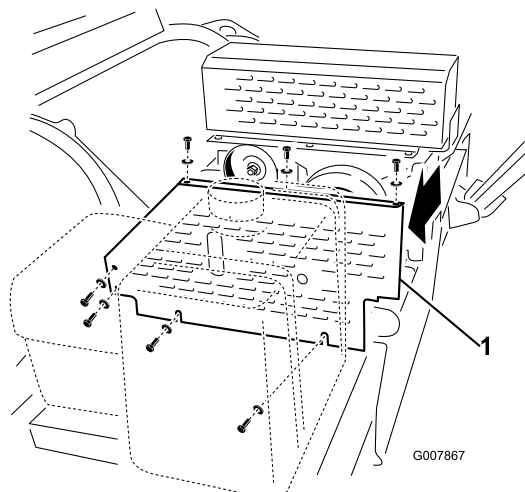

図 54
1. ベルト・カバー（図 54）を取り外す。
2. アイドラ・プーリのナットをゆるめる（図 54）。
3. スタッドとアイドラ・プーリとの間に、ベルト張り工具を入れる（図 54）。ベルト張り工具の片方の端をスタッドの下にあてがい、反対側の端をアイドラ・プーリに載せる。
4. ベルト張り工具についている穴に、1/2 インチのトルク・レンチのソケットを入れる（図 54）。
5. 工具を左に回してトルクが 0.6 kg になるようにし、その位置でトルクを保持しながらアイドラ・プーリのナットを締め付ける（図 54）。